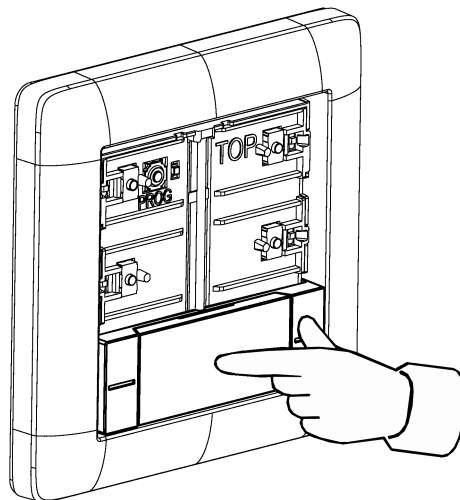

Figura 6: Pressione del centro del copritasto
- Premere il centro del copritasto (Vedi figura 6).